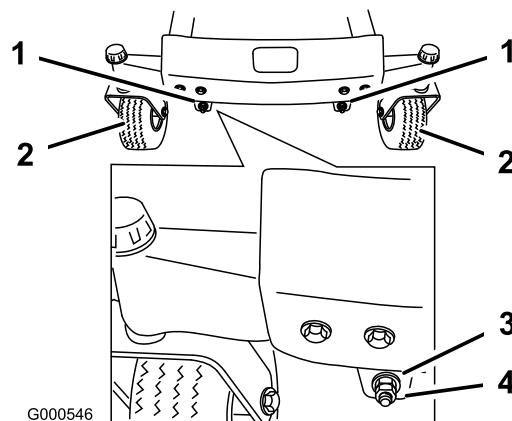
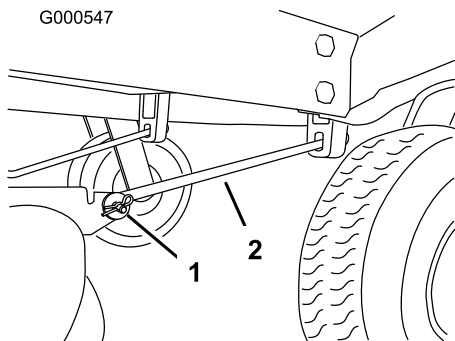

Figure 56
Figure 57
11. Pour régler l'inclinaison avant/arrière des lames, retirez les contre-écrous et tournez les écrous de réglage à l'avant du plateau de coupe (Figure 56).
13. Après avoir réglé uniformément les écrous, contrôlez de nouveau l'inclinaison avant/arrière. Poursuivez le réglage des écrous jusqu'à ce que la pointe avant de lame soit de 1,6 à 7,9 mm plus basse que la pointe arrière (Figure 56).
Remarque: Après avoir réglé les écrous de réglage, vérifiez qu'aucune des tiges de support ne présente de jeu (Figure 57). Serrez l'une ou l'autre pour supprimer le jeu (Figure 56).
4. Retirez la goupille fendue et l'axe de chape de la tige de support avant de chaque côté du plateau de coupe (Figure 57).
8. Fixez les tiges de support avant à la machine à l'aide des axes de chape et des goupilles fendues (Figure 57).